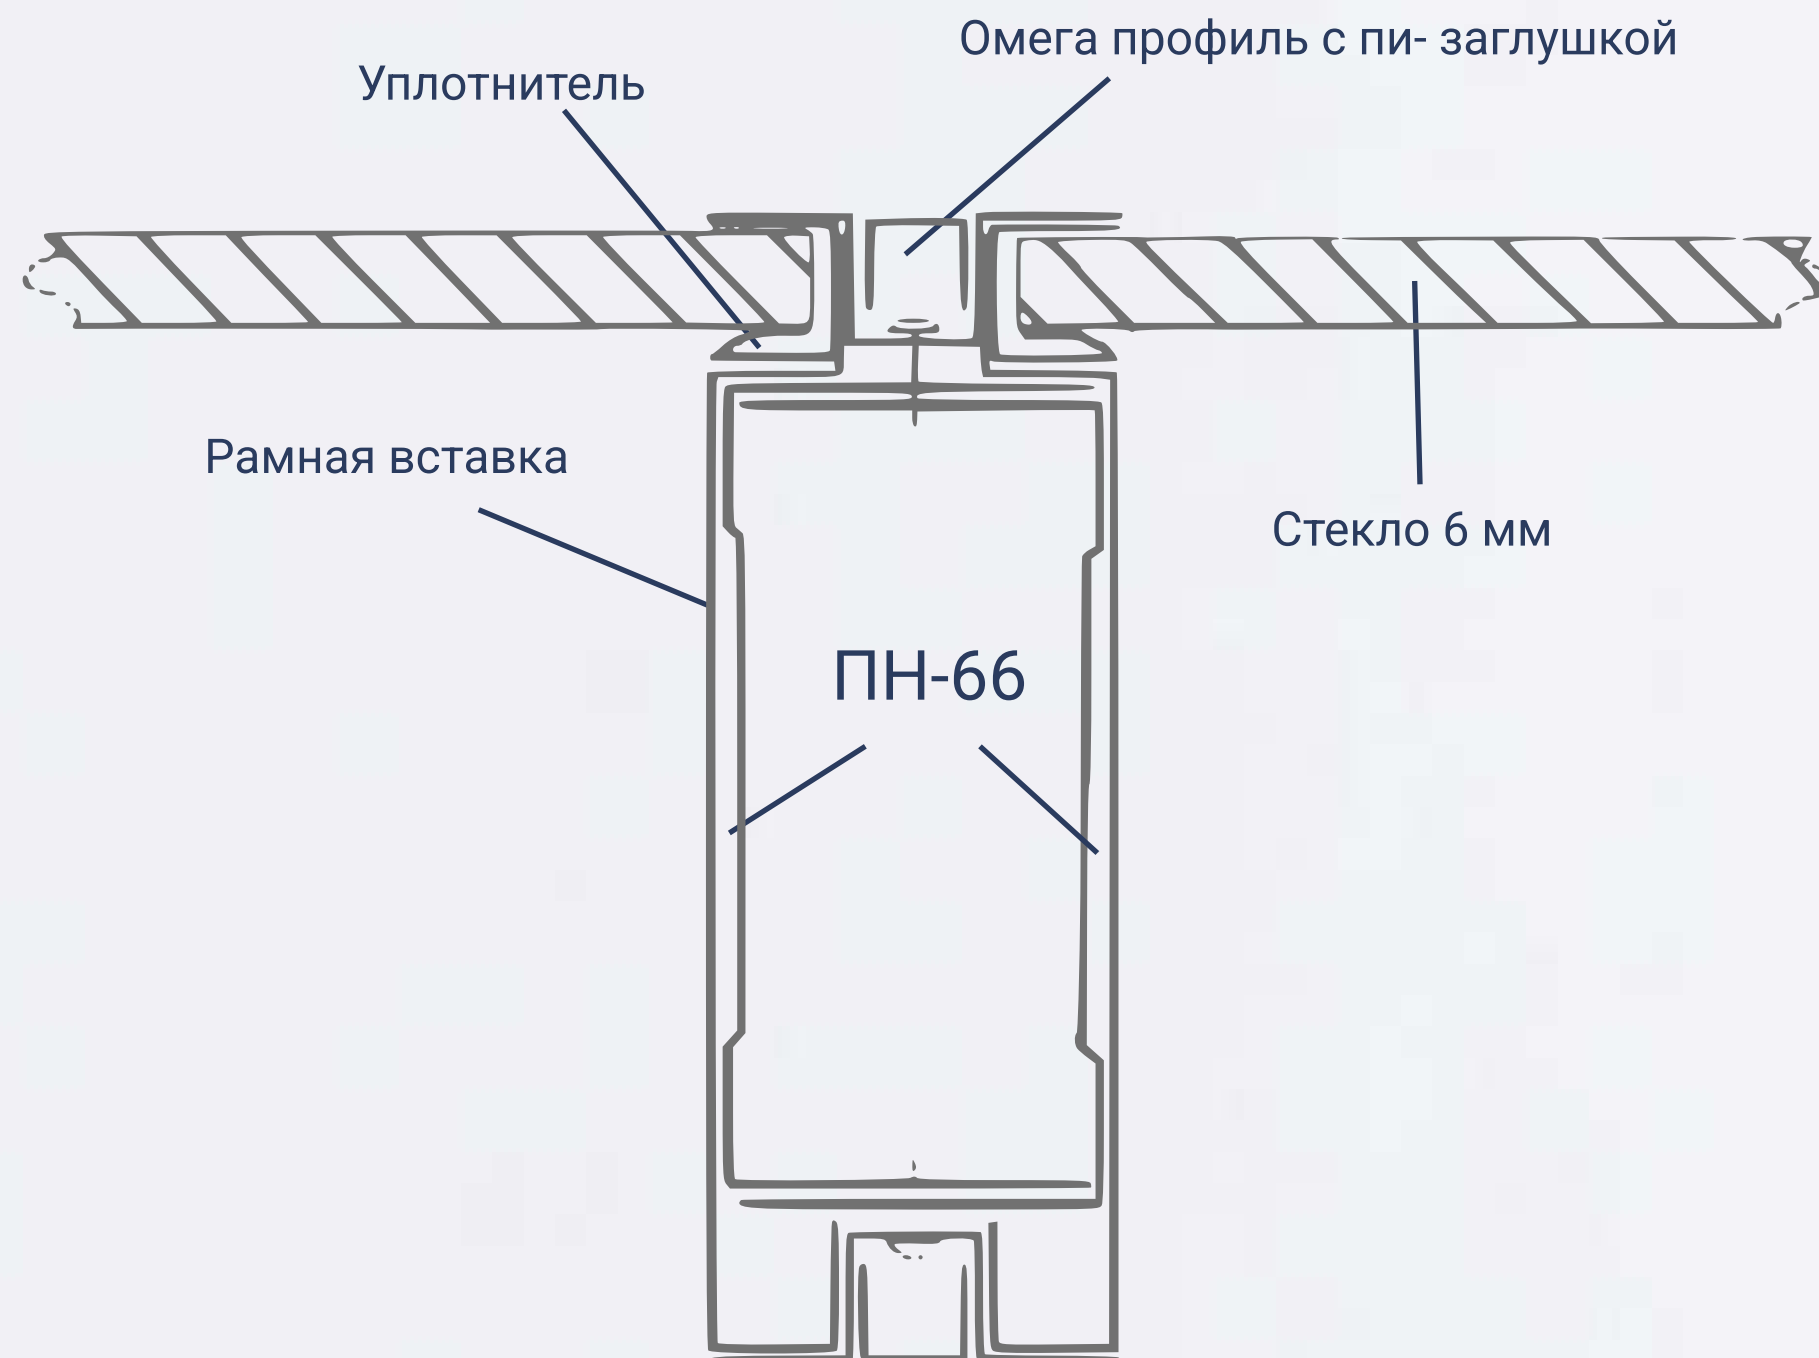

Рис.4. УЗЕЛ 1.2 Одинарное остекление с использованием стоечного профиля (Металлическая вставка)
- Металлическая вставка (рис.4,5). Для установки используют клей «жидкие гвозди», заклепки или саморезы с декоративными шляпками.